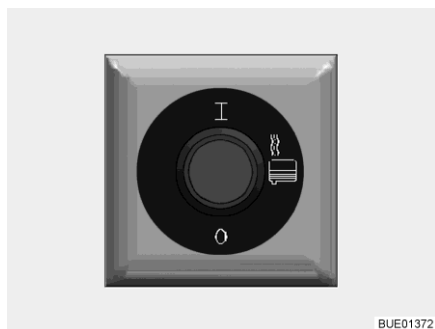

Bild 264 Brytare för avloppsvattenuppvärmning
- Slå på:** ■ Tryck upptill på brytaren (Bild 264). Avloppsvattenuppvärmningen är påslagen och förhindrar frysning av de uppvärmda komponenterna.